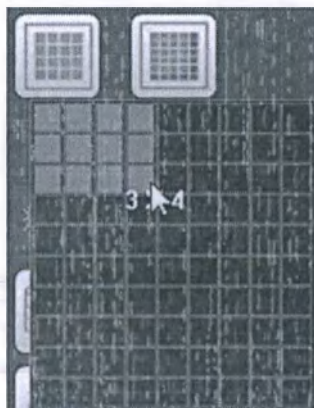

Рисунок 69 Настройка режима отображения
- Для этого нажмите кнопку , в появившемся окне (см. рис. 69) нажмите левую кнопку мышки и не опуская выберите количество столбцов и рядов для режима отображения изображений. Данная настройка максимально позволяет выбрать 10 рядов и 9 столбцов.